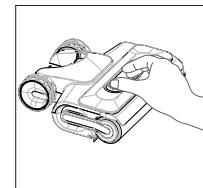

Fig. 13 – Retirada de la cubierta
- ▶ Pulse el botón (1) para apagar el aparato.
- ▶ Retire la cubierta del rodillo de microfibra presionando a la vez los dos botones de desbloqueo de la parte superior y tirando de la cubierta hacia arriba (**véase Fig. 13**).